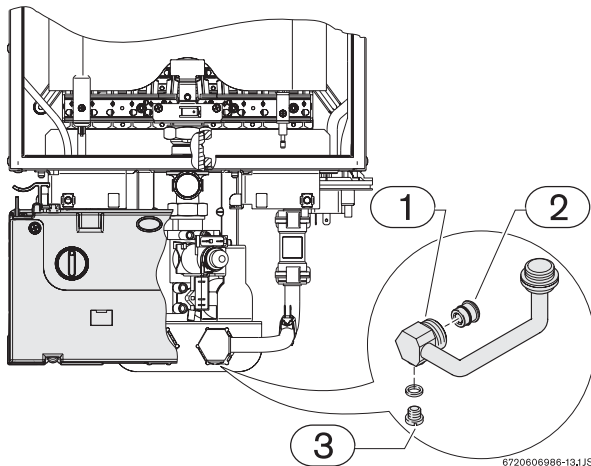

Fig. 17 Vite di scarico e filtro acqua
- ▶ Smontare il tubo di ingresso dell'acqua fredda (Fig. 17, pos. 1).
- ▶ Pulire il filtro dell'acqua (Fig. 17, pos. 2).
- ▶ Svitare ed asportare la vite di scarico (Fig. 17, pos. 3) situata nel tubo d'ingresso dell'acqua fredda.